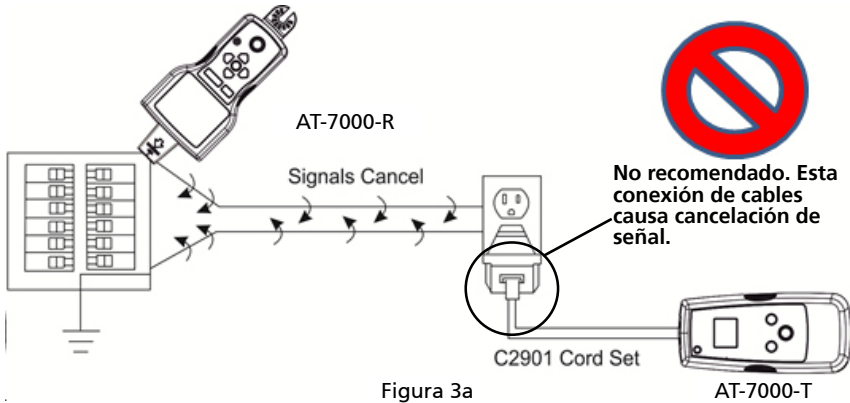

Figura 3a
2. Conecte el terminal rojo al cable vivo energizado (del lado de carga del sistema). La señal se transmitirá ÚNICAMENTE entre la salida a la que está conectado el transmisor y la fuente de alimentación (consulte la Figura 3a).